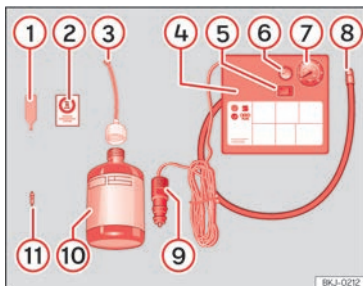

Abb. 267 Prinzipdarstellung: Inhalt des Reifenflücksets.
Das Reifenflückset befindet sich im Gepäckraum unter dem Bodenbelag. Es besteht aus folgenden Bestandteilen »» **(Abb. 267)**:
- Ventilkappe und Ventileinsatz vom Reifenventil abschrauben. Verwenden Sie den Ventileinsatzdreher »» **(Abb. 267)** ① zum Herausschrauben des Ventileinsatzes. Legen Sie den Ventileinsatz auf einem sauberen Untergrund ab.
- Reifenfüllflasche kräftig schütteln »» **(Abb. 267)** ⑩.
- Einfüllschlauch »» **(Abb. 267)** ③ auf die Reifenfüllflasche schrauben. Die Folie am Verschluss wird automatisch durchstoßen.
- Verschlussstopfen vom Einfüllschlauch »» **(Abb. 267)** ③ entfernen und das offene Schlauchende auf das Reifenventil schrauben.
- Ventileinsatz mit dem Ventileinsatzdreher »» **(Abb. 267)** ① wieder in das Reifenventil schrauben.
- Reifenfüllschlauch »» **(Abb. 267)** ⑧ des Luftkompressors fest auf das Reifenventil schrauben.
- Prüfen, ob die Luftablassschraube »» **(Abb. 267)** ⑥ zuge dreht ist.
- Kabelstecker »» **(Abb. 267)** ⑨ in eine 12-Volt-Steckdose des Fahrzeugs stecken »» S. 266.
- Luftkompressor mit dem EIN-/AUS-Schalter »» **(Abb. 267)** ⑤ einschalten.
• Kleben Sie den Aufkleber »» (Abb. 267) ② im Sichtfeld des Fahrers auf das Kombi-Instrument.
»» (Abb. 267) ⑧ wieder an und lesen Sie den Reifenfülldruck an der Reifenfülldruckanzeige ⑦ ab.